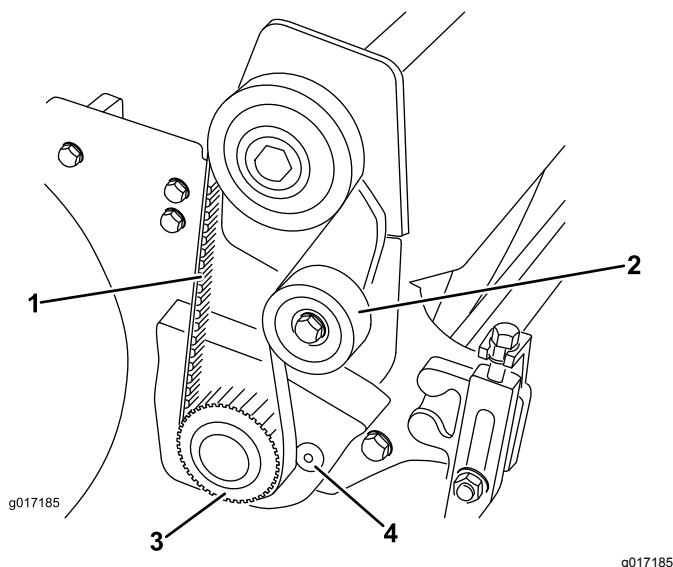

Figure 18
2. Desserrez la poulie de tension pour détendre la courroie et retirez la courroie d'entraînement de cylindre des poulies (Figure 18).
3. À l'aide d'un rochet de ½ pouce et d'une rallonge, retirez la poulie d'entraînement de l'arbre du cylindre (Figure 18).
5. Retirez les 2 vis à tête plate et écrous qui fixent le couvercle du bras du groomer au boîtier de roulement et à la plaque latérale (Figure 18).